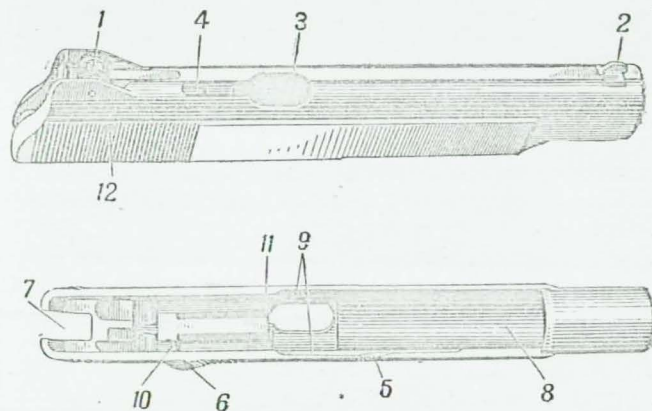

Рис. 26. Затвор:
27. Затвор (рис. 26) служит для постановки курка на боевой взвод, досылания патрона из магазина в патронник, запирающего канала ствола,